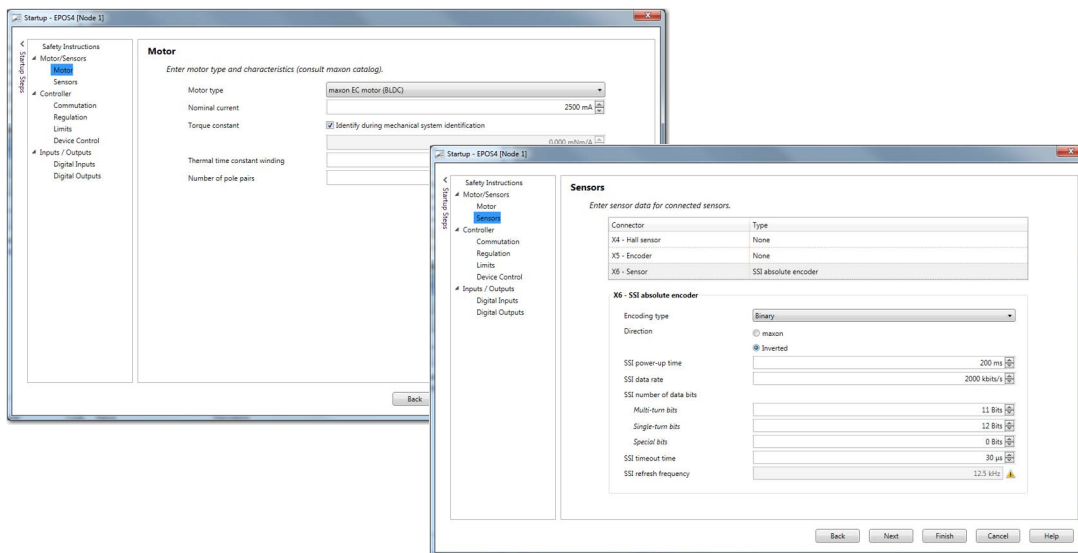

Figure 8-161 Adjustment of SSI commutation offset value | Set motor and sensor data
- 7) Configure the data for motor and SSI absolute encoder using «EPOS Studio» \ «Startup» wizard \ «Motor/Sensors» \ «Motor» or «Sensors» respectively (→Figure 8-161).